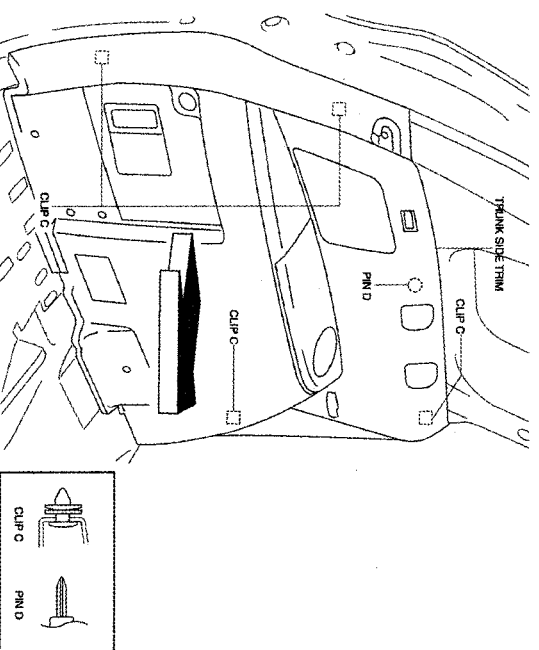

FIGURE 44
- 6.) PULL THE TRUNK SIDE TRIM IN THE DIRECTION OF THE ARROW. REMOVE CLIPS C AND PIN D. (SEE FIGURE 44)